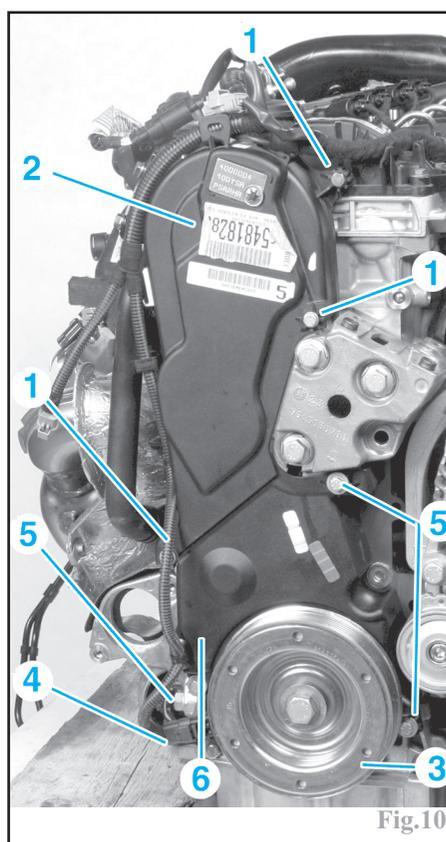
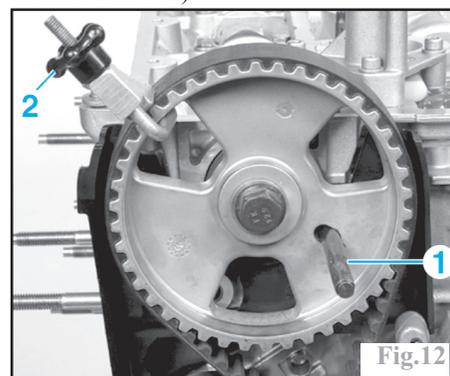
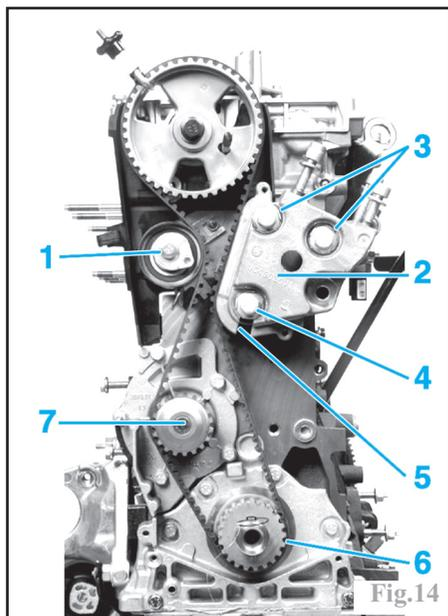
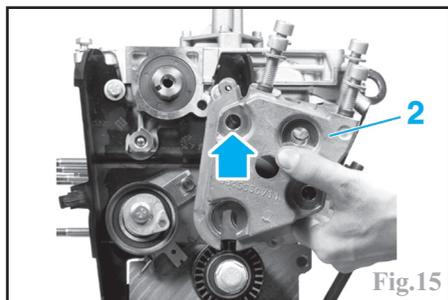

Fig.10
Fig.12
Fig.14
Fig.15
- les 3 vis (1) du carter supérieur de distribution (Fig.10).
- le carter supérieur de distribution (2).
Piger l'arbre à cames à l'aide de l'outil (1) (ref. Peugeot .0188-M. Ø de la pige : 8 mm) (Fig.12).
- la poulie de vilebrequin (3) (Fig.10).
- le capteur de position du vilebrequin (4).
- les vis (5) du carter inférieur de distribution.
- le carter inférieur de distribution (6).
Dévisser le galet tendeur (1) (Fig.14).
-les 2 vis de fixation supérieure (3) de la patte de fixation (2) du support moteur. Débloquer la vis (4) commune au galet enrouleur.
Déposer la patte (2) de fixation du support moteur (Fig.15) en la tirant vers le dessus du moteur.
Maintenir la courroie en place sur la roue dentée à l'aide d'un outil adapté (2) (Fig.12).
Placer la courroie de distribution sur le galet enrouleur (5) (Fig.14) puis sur la roue dentée de vilebrequin (6), sur la pompe à eau (7) et le galet tendeur (1). Poser et serrer la patte du support moteur (2). Déposer les outils de maintien (2) (Fig.12) de la courroie de distribution et l'outil de centrage de la roue dentée de vilebrequin (Fig.15).